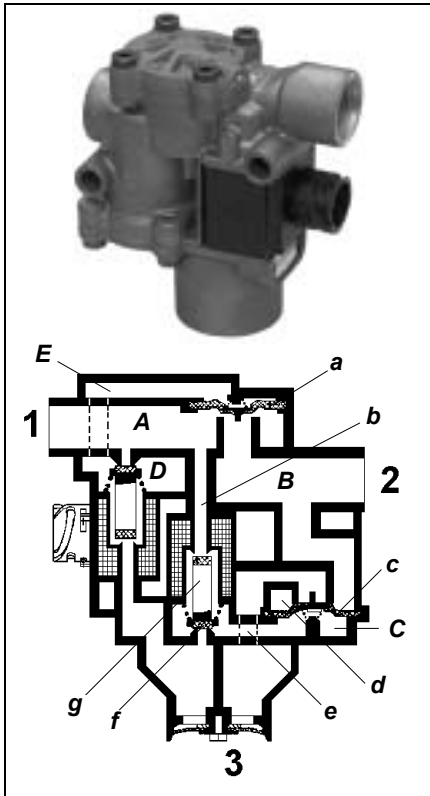

Fig. 15
**Creșterea presiunii:** (Fig. 15)